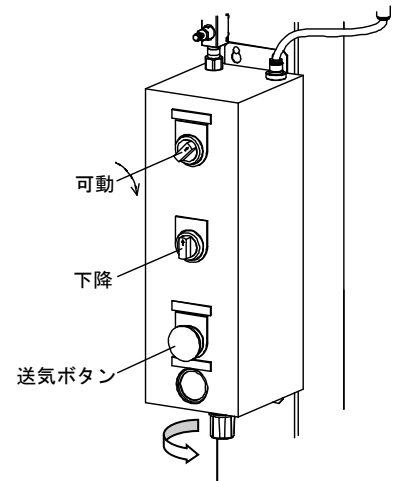

Fig.11
1. コントロールボックスの切換スイッチを『可動』と『下降』にしてください。(Fig.11)
2. リフト用エアレギュレーターのつまみを時計方向に回し、エア圧力を0.5 MPa(通常設定圧力)にします。『送気』ボタンを押すとドラム缶にエアが溜まり、ポンプを押し上げながらリフトを徐々に上昇させます。(Fig.11)